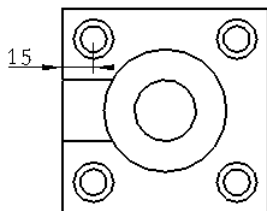

图 5.2.25 标注水平尺寸
- 在 ▼ DIM ORIENT (尺寸方向) 菜单中选择 Horizontal (水平) 命令，此时在视图中显示尺寸，如图 5.2.25 所示。